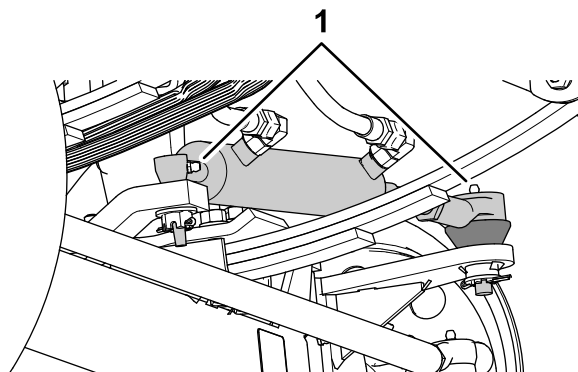
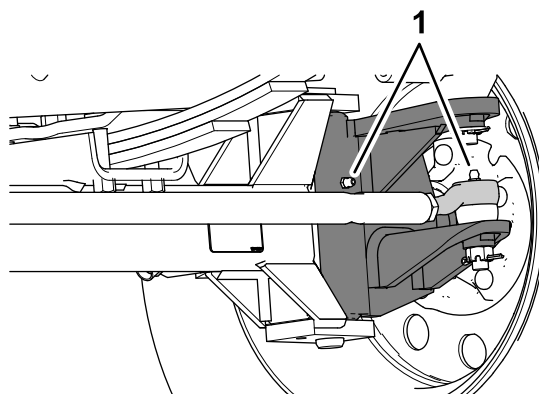

Bild 63
Bild 64
1. Wischen Sie die Schmiernippel mit einem sauberen Lappen ab (Bild 63 und Bild 64).
2. Pressen Sie Fett in die Schmiernippel (Bild 63 und Bild 64).
Hinweis: Die Positionen der Schmiernippel sind in Bild 63 abgebildet.